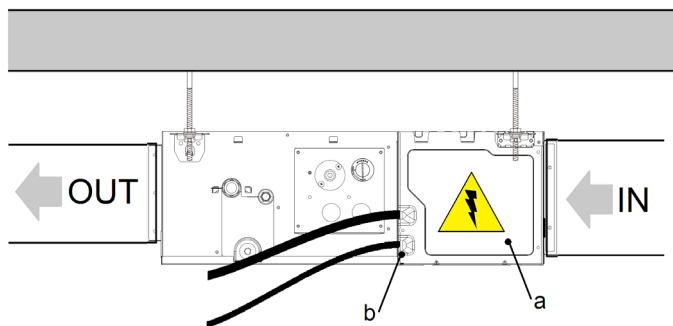

fig. 22
1. Rimuovere il copri scheda a Fig 22.
3. Far passare i cavi negli appositi alloggiamenti previsti. b Fig 22.